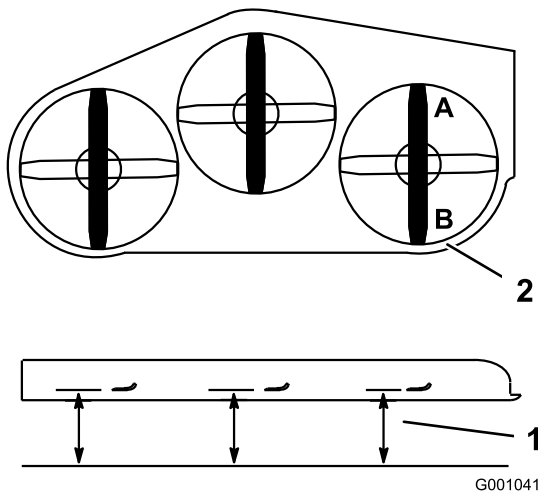

Figura 83
1. Coloque la cuchilla derecha en posición longitudinal (Figura 83).
2. Mida la cuchilla derecha en la posición **A** desde una superficie nivelada hasta el filo de corte del extremo de la cuchilla (Figura 83).
4. Mida la cuchilla derecha en la posición **B** desde una superficie nivelada hasta el filo de corte del extremo de la cuchilla (Figura 83).
6. La cuchilla del cortacésped debe estar entre 6 y 10 mm (1/4–3/8 pulg.) más baja en la posición **A** que en la posición **B** (Figura 83). Si no es correcta la distancia, continúe con los pasos siguientes.